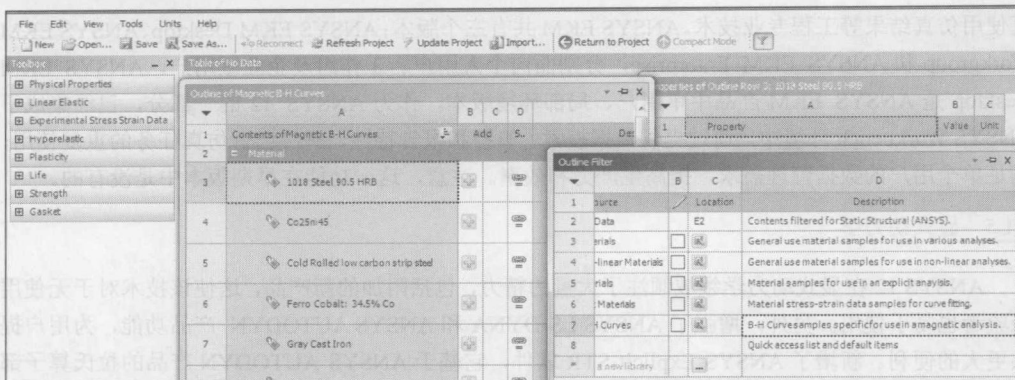

图 1-1 本地应用
- **本地应用 (workspaces):** 所谓的本地应用是指这完全在 ANSYS Workbench 12 窗口下运行。例如在 Project- Schematic、Engineering Data 和 Design Exploration 下直接应用 (具体详细应用在本书后面会详细讲述), 如图 1-1 所示。